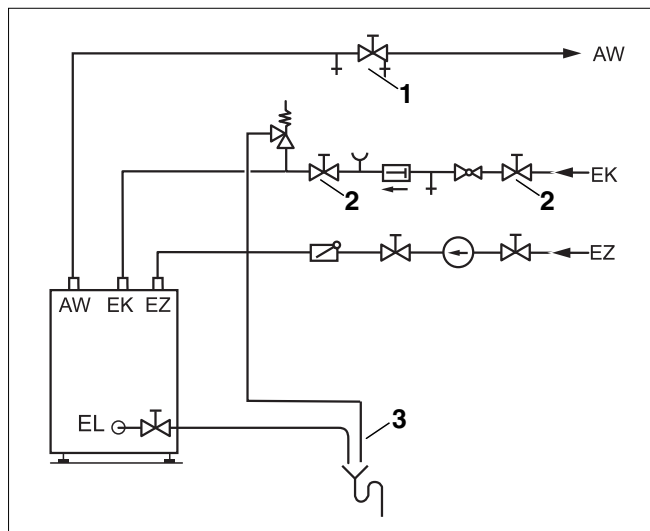

Fig. 12 Installation selon DIN 1988 (schéma de principe)
- Pour purger le préparateur, ouvrir la vanne d'aération et de purge (fig. 12, **pos. 1**) ou le robinet situé au point le plus élevé.
- Pour remplir le préparateur, ouvrir la vanne d'arrêt de l'entrée d'eau froide EK (fig. 12, **pos. 2**).
- Avant la mise en température, vérifier si la chaudière, le préparateur et les conduites sont remplies d'eau. Pour ce faire, ouvrir la vanne d'aération et de purge (fig. 12, **pos. 1**).
- la conduite d'échappement de la soupape de sécurité (fig. 12, page 14) doit toujours rester ouverte